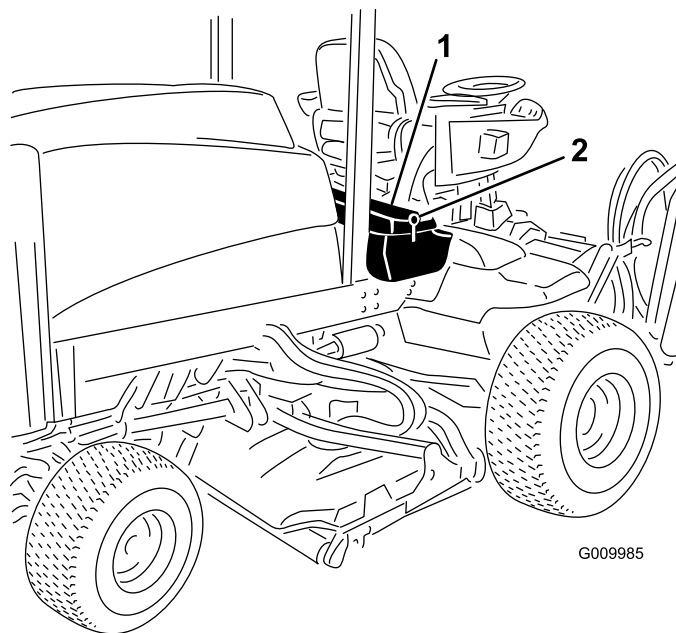

Рисунок 48
1. Откройте защелки и поднимите пульт управления оператора (**Рисунок 48**).